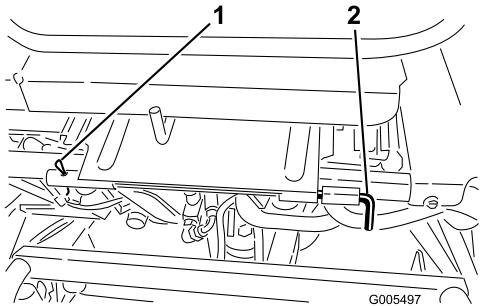

Figura 37
3. Abbassate il sedile e togliete la coppiglia che fissa l'asta orientabile del sedile al telaio (Figura 37).